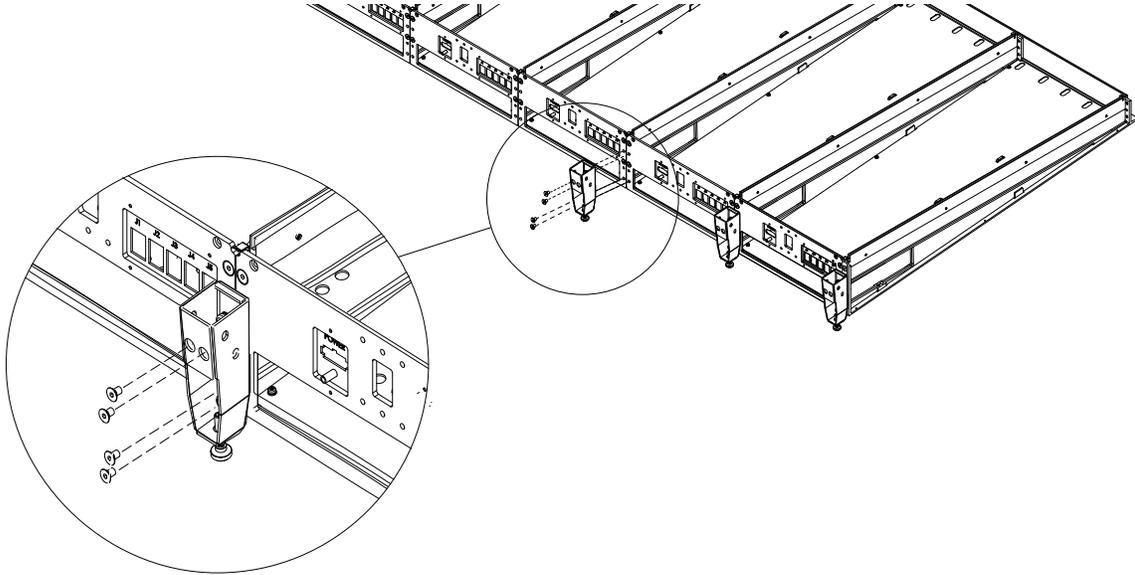

Abbildung 23. Montieren eines Standfußes an zwei nebeneinanderliegende hintere Unterlagsplatten
- Alle weiteren hinteren Standfüße werden wie in Abbildung 23 dargestellt an die benachbarten hinteren Unterlagsplatten montiert.